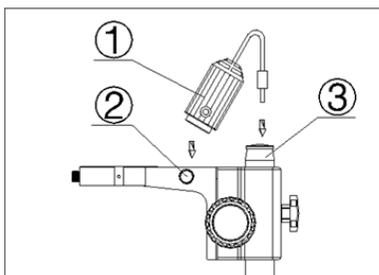

Fig. 5
Inserir o dispositivo de iluminação ① no suporte com o lado sobresalente em direção ao parafuso de fixação ② e apertar o parafuso (Fig. 5).